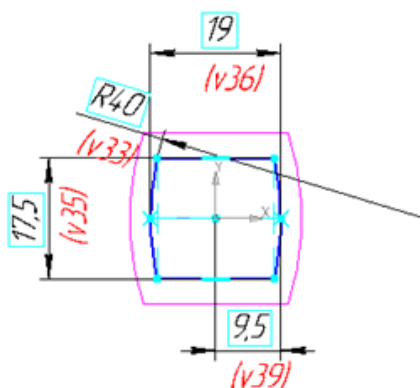

Рис. 11.4. Эскиз 2
3. Выберите Плоскость 1, войдите в режим создания эскиза, постройте **эскиз 2** согласно рис. 11.4.